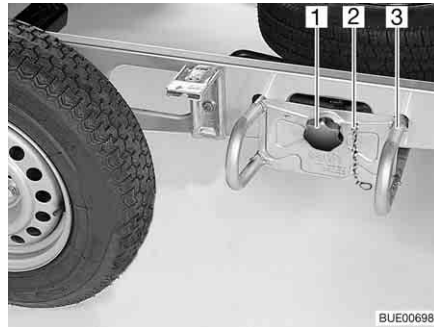

Bild 228 Ersatzrad-Halterung
- Die Sicherungskette (Bild 228,2) aushängen.
- Den Sterngriff (Bild 228,1) lösen und herausdrehen.
- Den Ersatzrad-Halter (Bild 228,3) ca. 10 cm weit herausziehen und am Boden ablegen.